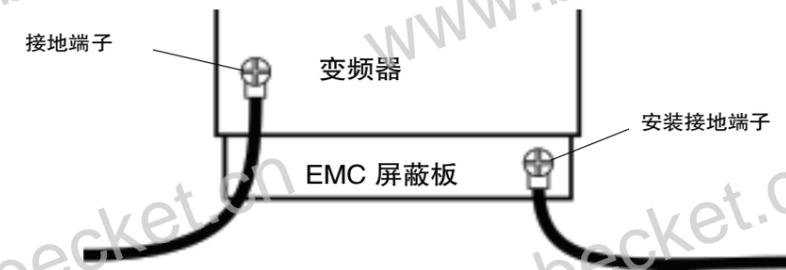

图 4
- (1) 请将变频器纳入盘内、外筐接地。根据机种不同, 在对变频器进行维护时, 穿过配线口手指可能会接触到充电部位, 请充分注意安全作业。
- (2) 变频器主电路用接地端子上请不要连接 2 根以上的电线。如有需要, 请在 EMC 屏蔽板上另行配置接地端子并连接电线。(请参照图 4)另请参照 10.1 项中的附表。
- (3) 在变频器的输入侧安上无保险丝断路器。